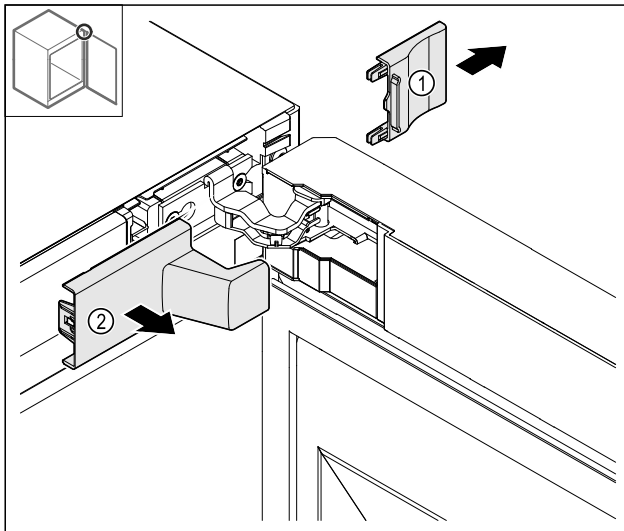

Fig. 14
- ▶ Снимите сначала крышку Fig. 14 (1), а затем Fig. 14 (2).